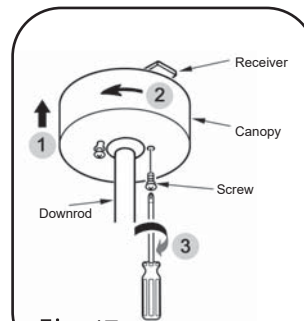

Fig.17
Paso 2. Deslice la cubierta hacia el soporte para colgar y colocar el ojo de la cerradura en la copa sobre el tornillo en el soporte colgante, de vuelta a la cubierta hasta que encaje en su lugar en la parte más estrecha de los agujeros. (Fig.17)
Paso 3. Alinee el agujero circular de la cubierta con el otro orificio en el soporte colgante, asegure apretando los dos tornillos de fijación. (Fig.17)